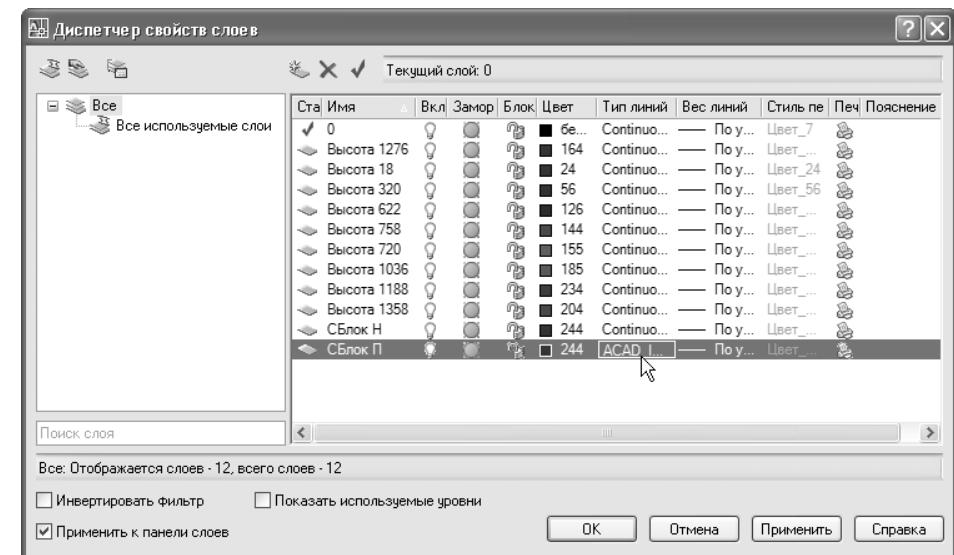

Рис. 6.10 ▼ Слою **СБлок Н** назначен тип линии **Continuous**, а слою **СБлок П** – ACAD_ISO02W100
5. Вернувшись в диалоговое окно **Выбор типа линий** (Select Linetype), вы увидите, что теперь в списке **Загруженные типы линий** (Loaded line-types) этого окна, кроме стандартных типов линий, появился только что выбранный вами тип. Выберите его и щелкните на кнопке **OK**. В диалоговом окне **Диспетчер свойств слоев** (Layer Properties Manager) слою **СБлок П** будет присвоен тип линии ACAD_ISO02W100 (рис. 6.10).
которой можно удалить ненужный слой, кнопка Установить (Set Current). С помощью этой кнопки любой слой, выделенный в списке слоев окна Диспетчер свойств слоев (Layer Properties Manager), можно назначить текущим. По умолчанию текущим является нулевой слой, о чем можно судить по наличию зеленой «галочки» рядом с названием слоя в списке слоев, а также по указанию названия слоя в текстовой области Текущий слой (Current layer), расположенной справа от кнопки Установить (Set Current) (см. рис. 6.10).